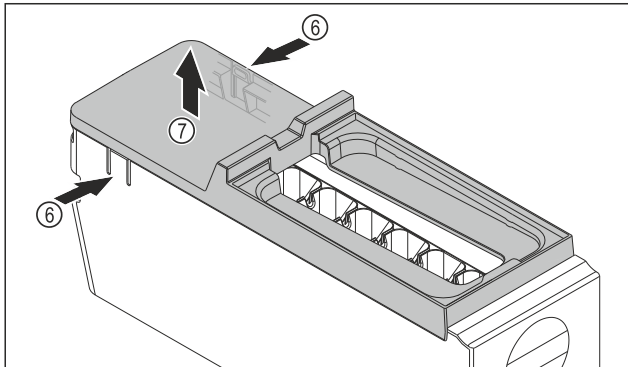

Fig. 88
- ▶ Extraer la cubierta del EasyTwist-Ice: Presionar con la mano las lengüetas Fig. 88 (6) a ambos lados del cuerpo del EasyTwist-Ice.
- ▶ Sacar la cubierta Fig. 88 (7) con la otra mano tirando hacia arriba.